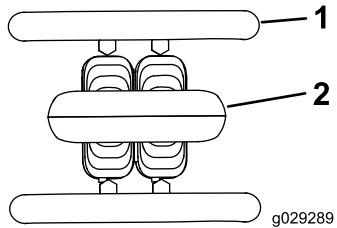

Figura 6
- Per arrestare la macchina, rilasciate il controllo della trazione (Figura 6).